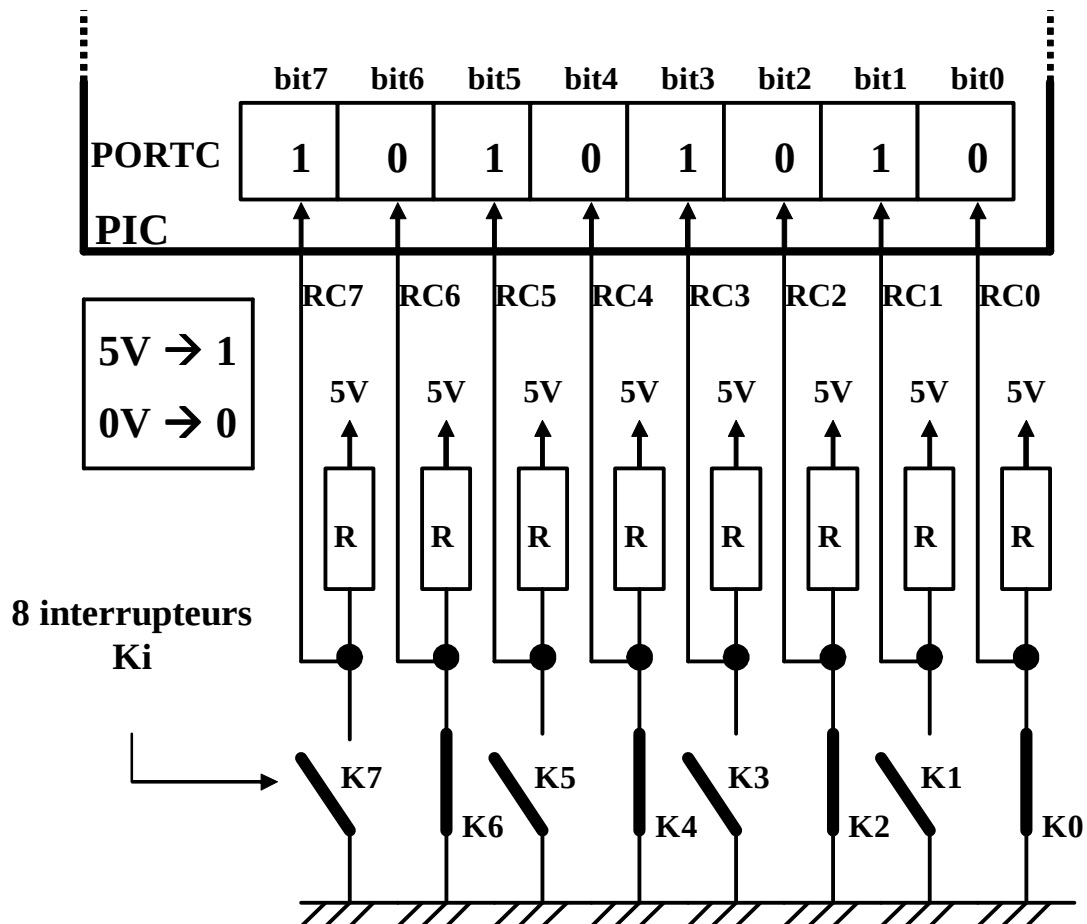

Figure VIII.9.
Exemple, sur la figure VIII.9., où on a relié une résistance R (référéncée au 5V) et un **interrupteur** **Ki** sur chaque ligne **RCi** du **PORTC**.
La logique est alors inversée par rapport à celle de la figure VIII.9. :
- **figure VIII.12. : cas où on lire en même temps les 8 bits d'un port** (cf. figure VIII.9.)
// des interrupteurs de la figure VIII.9.